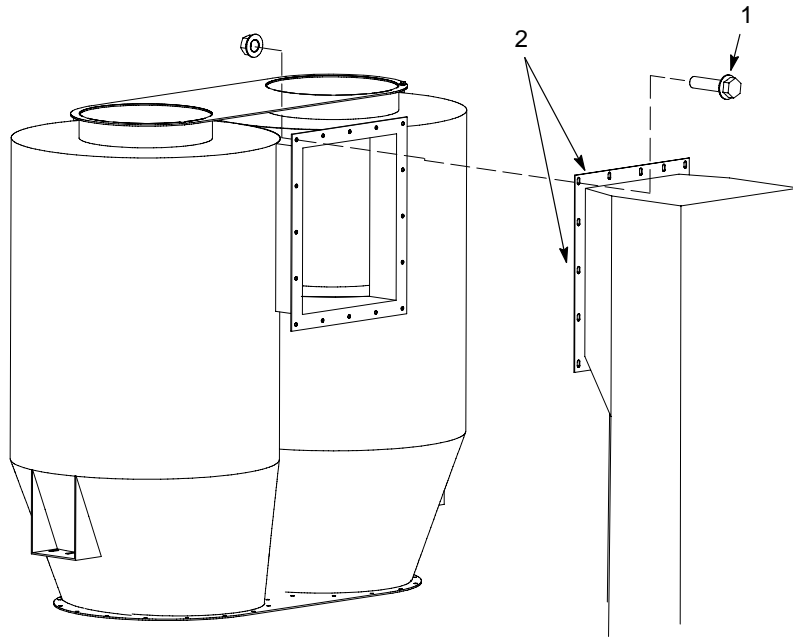

Figura 13 Ligação dos ciclones à conduta de extracção
- 8. Consulte a figura 13. Aplique um cordão de massa vedante RTV à flange de saída da conduta de extracção.